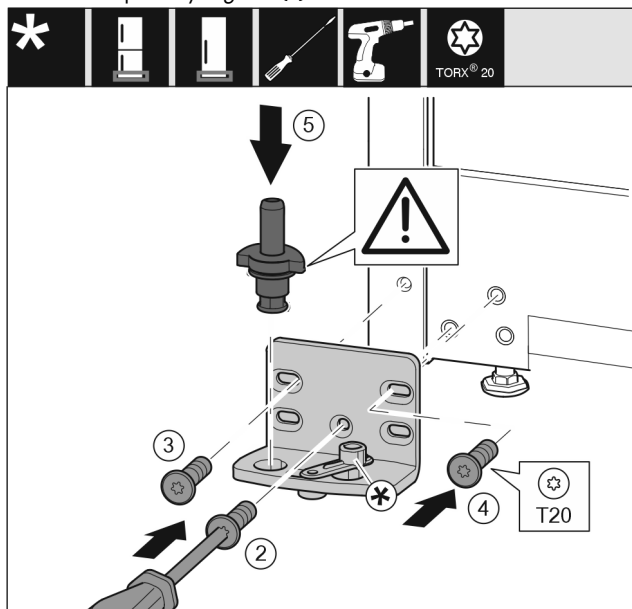

Fig. 46 *
- ▶ Установите опорный кронштейн с другой стороны и прикрутите с помощью отвертки. Начиная с винта Fig. 46 (2) снизу в центре.*
- ▶ Затяните винт Fig. 46 (3) и винт Fig. 46 (4).*
- ▶ Снова установите опорный палец Fig. 46 (5) в сборе. При этом проследите за тем, чтобы выступ фиксатора был направлен назад.*